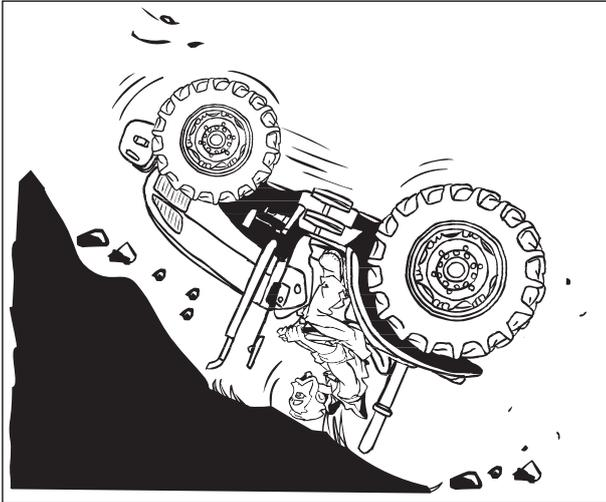
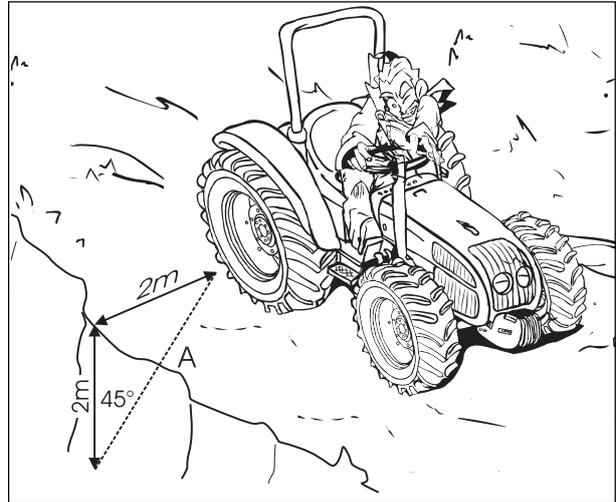

Fig.2-21
Fig.2-22
- Se trabalhar perto de fossas ou margens, mantenha o tractor atrás da linha de fractura (A, Fig.2-22). Evite fossas, margens, terraplenos e margens de rios e canais que possam ceder (Fig.2-21).